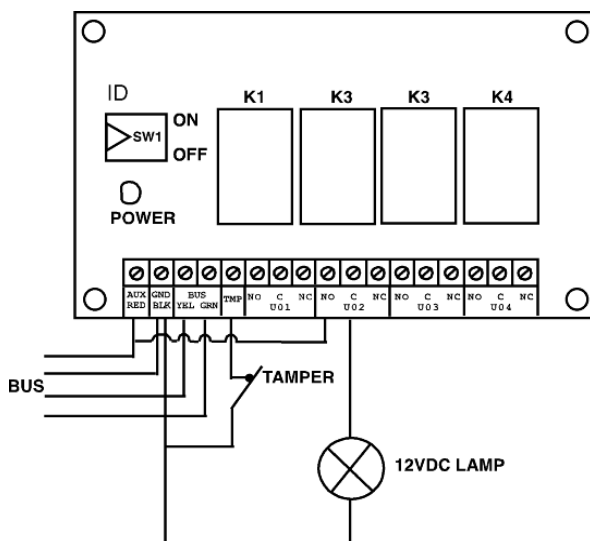

Figura 3-4: Modulo espansione Uscite a 4 Relè (Es. di cablaggio del modulo UO4)
- a. UO4 – Relè (vedere Figura 2-8 e Figura 3-4)
8. Collegare i dispositivi alle Uscite di utilità (Relè da 12V—, 1A max. con contatti in scambio). Vedere Figura 2-8 e Figura 3-4.